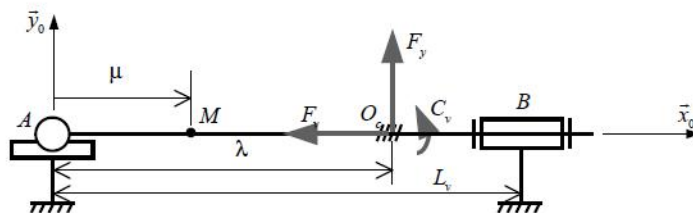

Figure 8 : Modèle poutre de la vis
- La figure 8, document 4, page D4/11 précise les liaisons retenues. A l'extrémité gauche, la poutre est guidée par un roulement à billes à contact radial, modélisé par une liaison sphère-cylindre. A l'extrémité droite, elle est guidée par deux roulements à rouleaux coniques, modélisés par une liaison pivot.